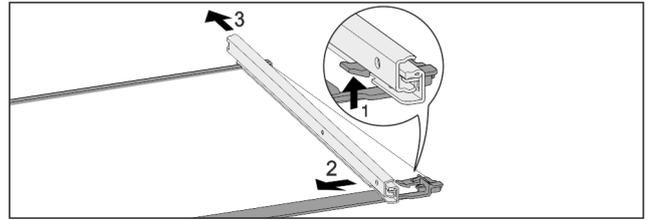

Fig. 124 Placa de vidrio con guías
- ▶ Presione hacia arriba el gancho de retención delantero Fig. 124 (1)
- ▶ Retire la guía extraíble hacia un lado Fig. 124 (2) y hacia atrás Fig. 124 (3).